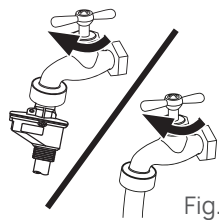

Fig. 15
2. Cierre el suministro de agua. (FIG. 15)